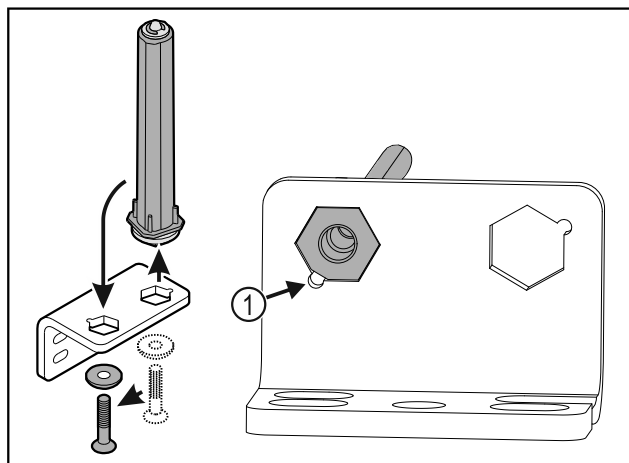

Fig. 26
- Pobrinite se za to da je prilikom umetanja zakošenje na svornjaku Fig. 26 (1) usmjereno prema okrugloj rupi.